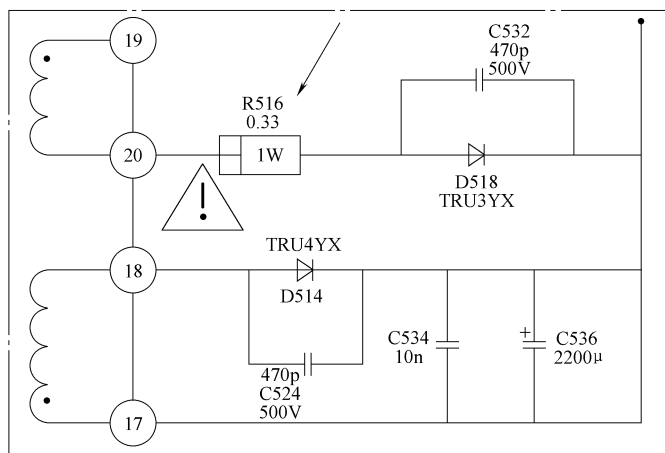

图 5-140 电阻 R516 相关电路截图
- 3) 电阻 R516 相关电路截图如图 5-140 所示。